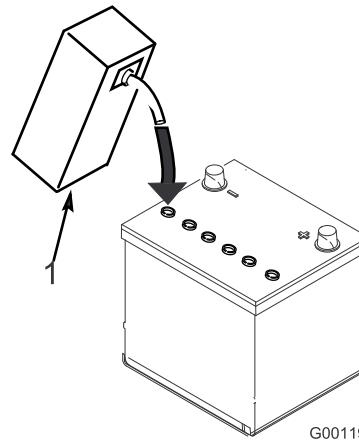

Figura 4
3. Riempite con cautela ciascun elemento di elettrolito finché le piastre non sono coperte con circa 6 mm di fluido (Figura 4).
4. Attendete circa 20 o 30 minuti perché le piastre assorbo l'elettrolito. All'occorrenza rabboccate finché l'elettrolito non è a 6 mm circa dalla base della tazza di riempimento (Figura 4).